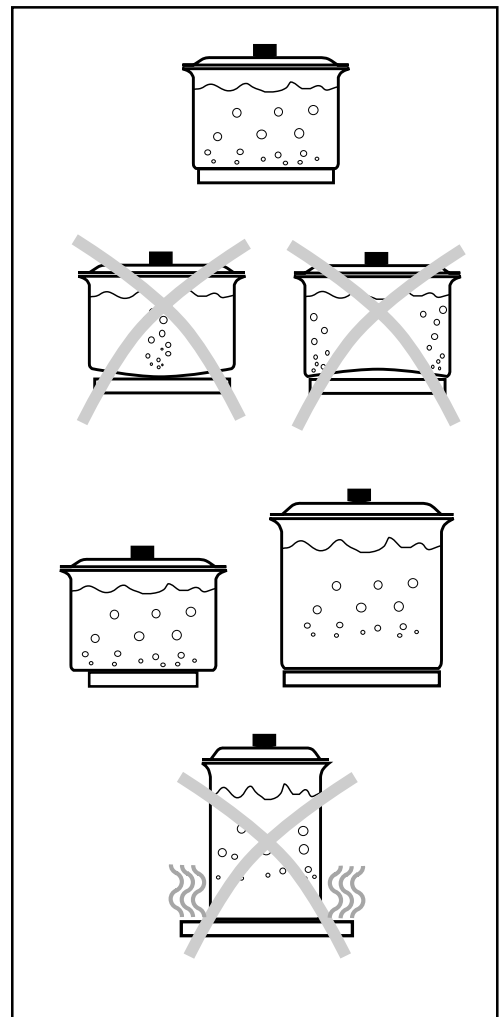

Abb. 3
- der Topfboden muß eben sein, damit ein guter Kontakt zwischen Topf und Platte hergestellt wird (Abb. 3).